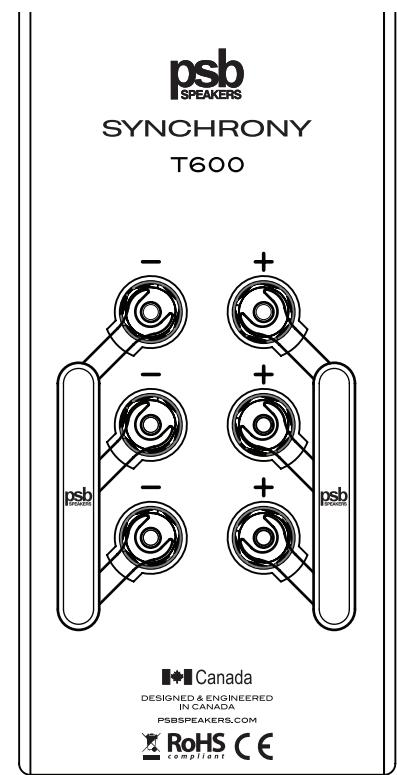

Figure 2 / Figura 2
④ Speaker Terminal Jumper Bars (Figure 2 / 3)
⑤ Cavaliers des bornes de haut-parleur (Figure 2 / 3)